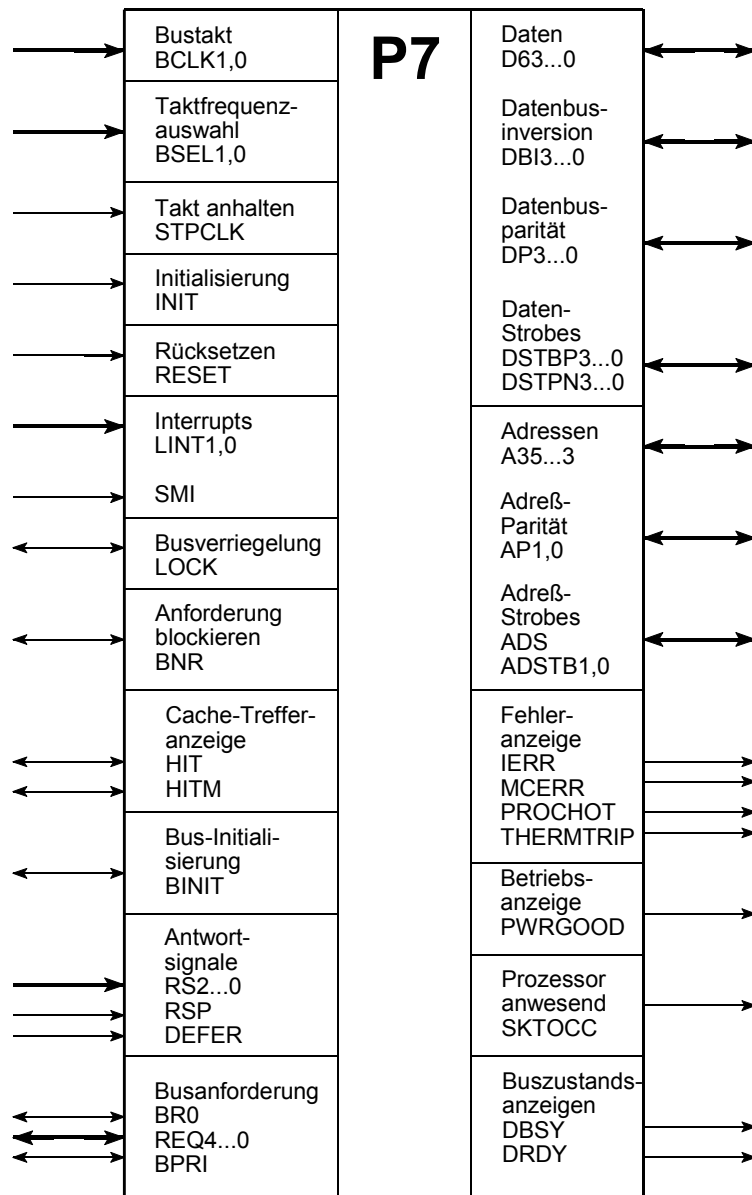

Abbildung 2.3 Das Interface eines P7-Prozessors (hier: eines Pentium 4). Vereinfachte Darstellung
Solche Taktsignale - die das Zeitraster der Datenübertragung vorgeben - heißen üblicherweise Strobe-Signale oder Strobes (vgl. beispielsweise die Daten- und Adreß-Strobes in Abbildung 2.3). Sie werden so angesteuert, daß sie in die gleiche Richtung fließen wie die zu übertragenden Daten. Beispiel (Pentium 4, Xeon usw.): doppelte Frequenz und Nutzung beider Taktflanken (doppelte Datenrate) ergeben eine vierfache Geschwindigkeit (4X) gegenüber der herkömmlichen Nutzung des Bustaktes. Weitere Beispiele: (1) die DDR-DRAMs, (2) die AGP-Schnittstelle.